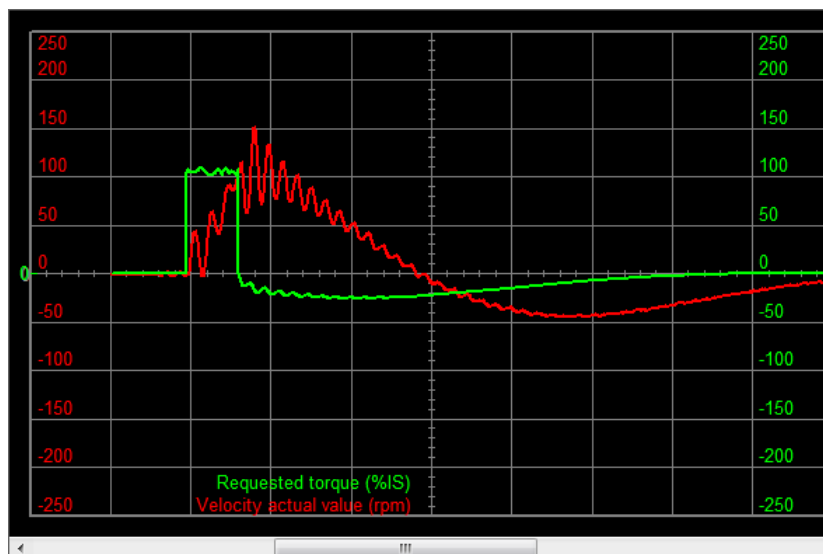

Figura 20.10. Esempio di una stima non valida, con trasmissione meccanica non rigida.
- Infine se la fermata presenta un andamento simile a quello riportato in Figura 20.10, cioè con oscillazioni ampie e persistenti, il sistema è instabile e si dovrà agire sulla sua stabilizzazione (vedere i punti 3. Stabilizzazione del sistema e 4. Filtri della *Detailed Tuning Guide*).